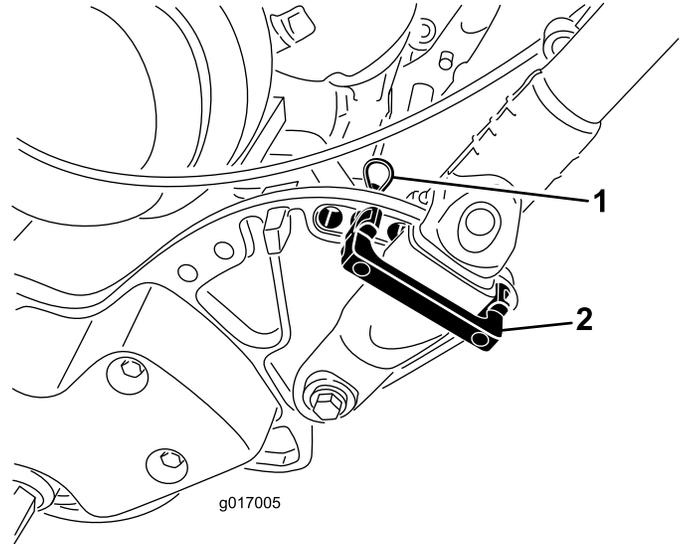

图27
1. 从机器两侧的手柄卡环上卸下发卡销 (图27)。
2. 当撑住手柄时，取下两侧的发卡销，然后将手柄旋转到所需的操作位置 (图27)。